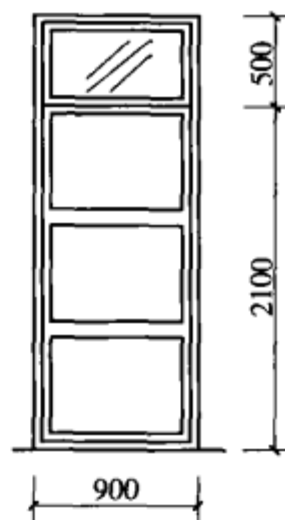

图4-3 单扇镶板门
**【例3】** 如图4-3所示,求单扇无纱带亮子镶板门工程量。
**【解】** (1) 定额工程量